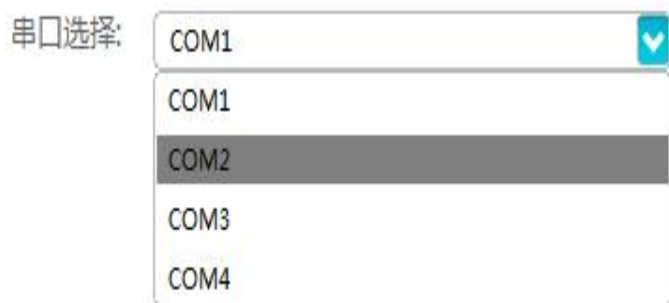

图 4-11 选择连接串口号
- 4) 点击图标选择 COM 号和波特率(典型值: 115200), 同时点击可以设置下次软件启动是否为自动连接, 如图 4-11、4-12、4-13 所示。